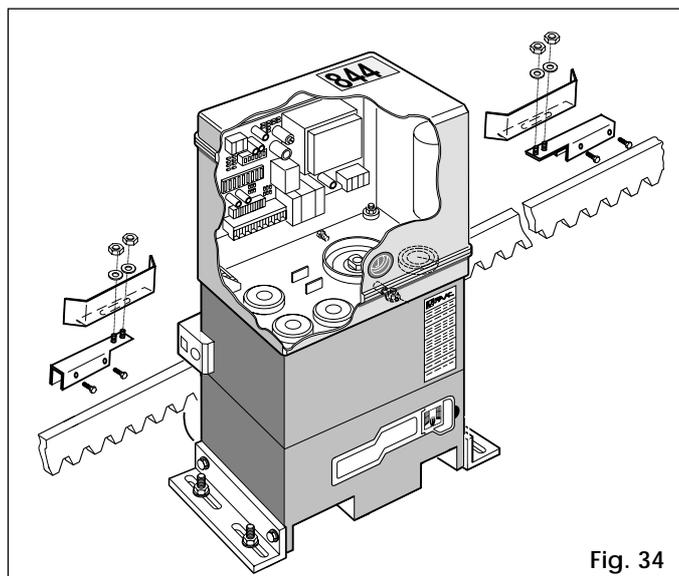

Fig. 34
- 2) Ensamblar el final de carrera centrando la placa con relación a los pernos roscados del soporte (Fig. 34).